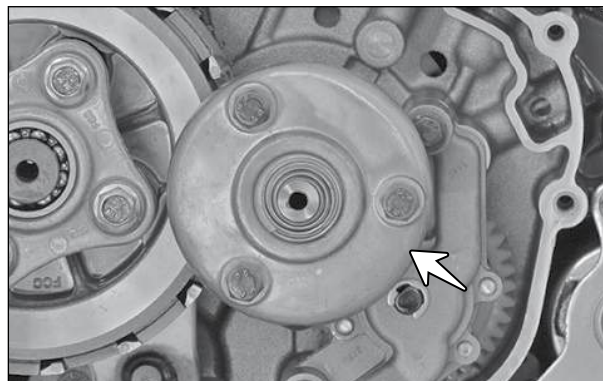

Fig. 4.23
- O filtro centrífugo (seta) é montado no conjunto da árvore de manivelas sobre a engrenagem motora primária. (Fig. 4.23)